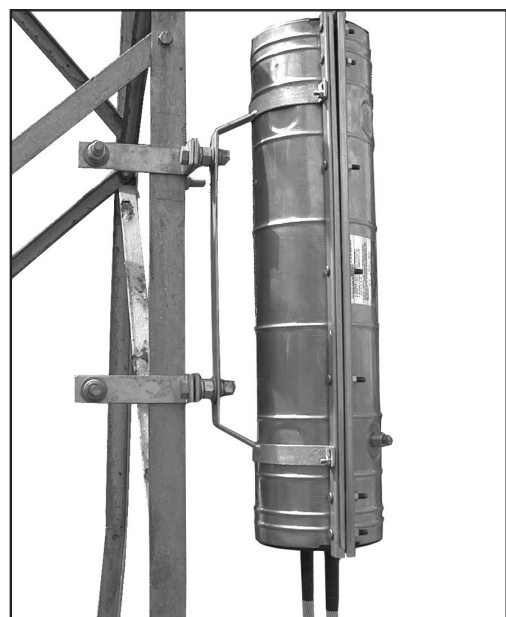

Figura 100
15.4 Suporte de Fixação totalmente instalado na torre (figura 100).